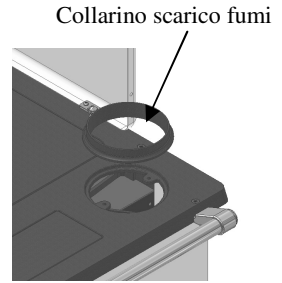

Fig. 1
**MONTAGGIO DEL COLLARINO SCARICO FUMI Fig.1**